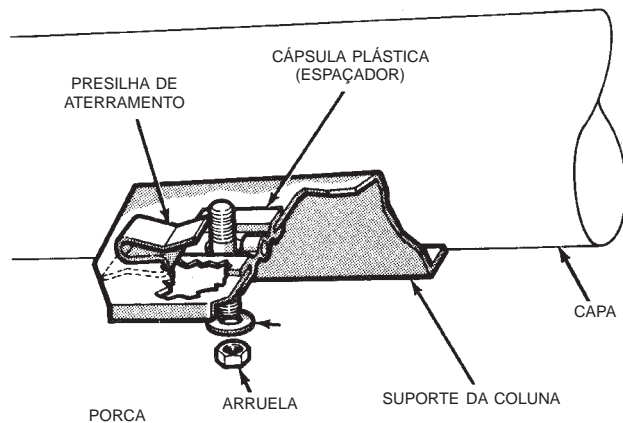

Fig. 8 Presilha de Aterramento e Espaçador
- (1) Alinhe e instale a coluna no acoplador. **Não aplique força no topo da haste da coluna.**
- (2) Certifique-se de que as presilhas de aterramento estejam na posição correta (Fig. 8).
- (3) Instale o cabo de intertravamento na coluna de direção. Consulte o Grupo 21 - "Intertravamento Câmbio/Ignição na Transmissão Automática".
- (4) Instale as conexões da fiação à coluna de direção. **Assegure-se de que os fios não estejam prensados e que as conexões estejam nos seus lugares corretos.**
- (5) Instale o conector da fiação no interruptor multifuncional. Aperte o parafuso de retenção do conector com torque de 2 N·m (17 pol.-lb.).
- (6) Ligue os conectores da fiação nos outros interruptores.
- (7) Instale o interruptor de ignição.
- (8) Instale o capuz de cobertura superior da coluna.
- (9) Instale os parafusos de aperto do acoplador do eixo, levante a coluna até o suporte do painel.